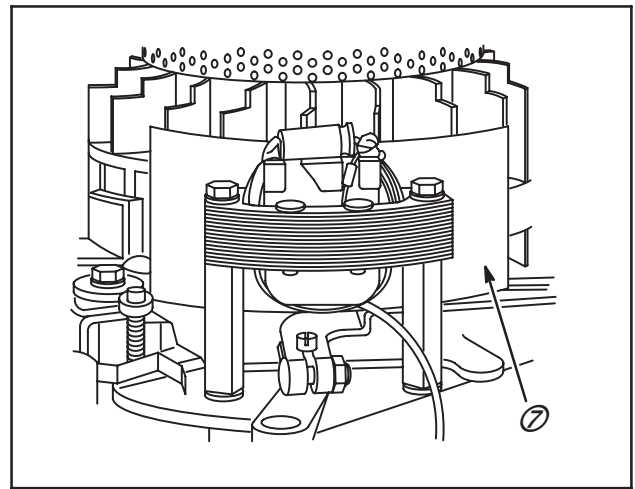

Fig. 21
3. Placer une cale de 0,17 mm ou de 0,25 mm d'épaisseur (7), selon l'application, entre le stator et le volant.
6. Tourner le volant pour retirer la cale d'épaisseur, Fig. 21.